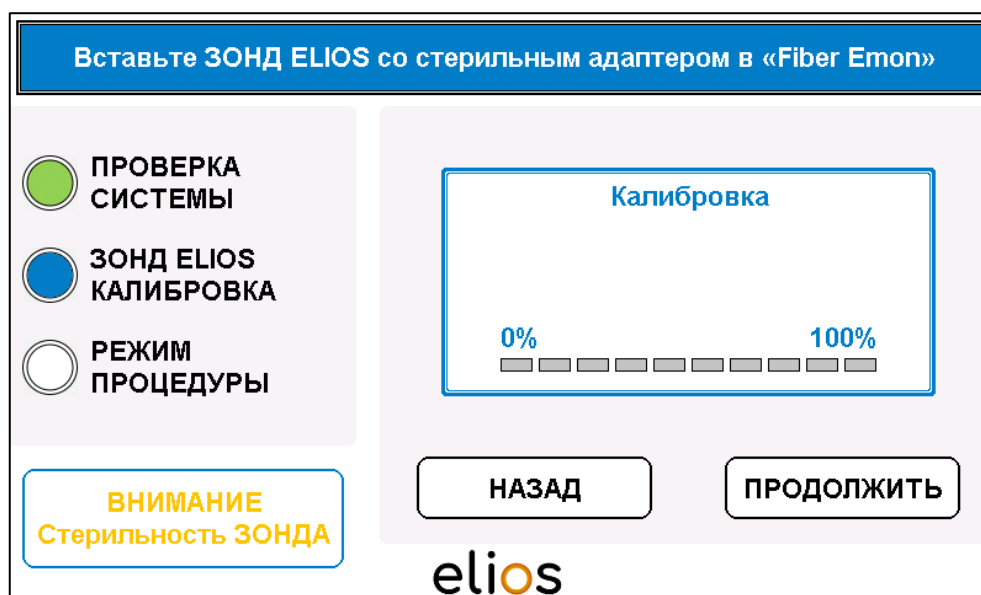

Рис. 4-10: Вставьте волокно со стерильным адаптером
- Операция должна быть подтверждена кнопкой **«ПРОДОЛЖИТЬ»** (Рис. 4-10).